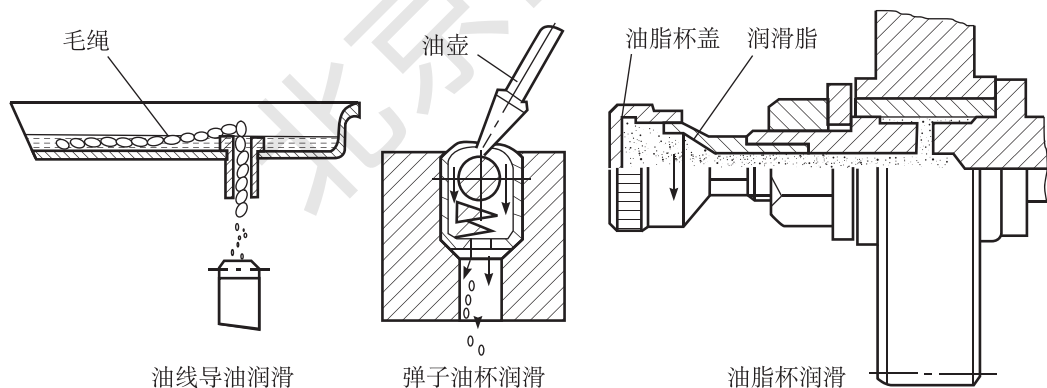

图 1-12 常用润滑方式
3. 油绳导油润滑。通常用于车床进给箱的溜板箱的油池中, 它利用毛线吸油和渗油的能力, 把机油慢慢地引到所需要的润滑处 (如图 1-12)。
4. 弹子油杯注油润滑。通常用于尾座和滑板摇手柄转动的轴承处。注油时, 以油嘴把弹子按下, 滴入润滑油。使用弹子油杯的目的, 是为了防尘防屑 (如图 1-12)。
5. 黄油 (油脂) 杯润滑。通常用于车床挂轮架的中间轴。使用时, 先在黄油杯中装满工业油脂, 当拧进油杯盖时, 油脂就挤进轴承套内, 比加机油方便。使用油脂润滑的另一特点是: 存油期长, 不需要每天加油 (如图 1-12)。